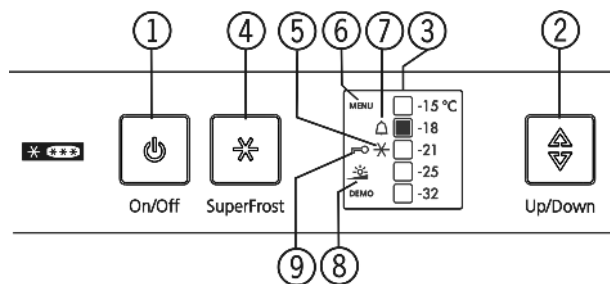

Fig. 3
- Il simbolo SuperFrost Fig. 3 (5) lampeggia assieme al display della temperatura.